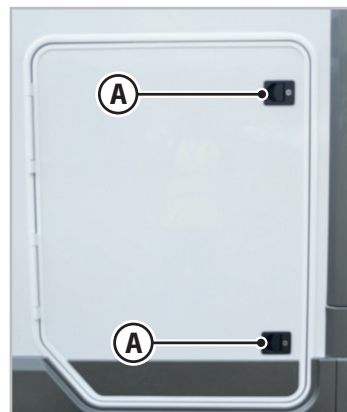

Fig. 5.3 - Serrature vano garage
- Verificare di aver chiuso a chiave il vano garage bloccando tutte le serrature (A - Fig.5.3) presenti prima di iniziare la marcia. La semplice chiusura a pressione dello sportello non ne assicura il bloccaggio.
Il vano garage è dotato di una o due serrature (A - Fig.5.3).